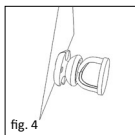

fig. 4
■ **Fig. 4** La parte campaniforme del calibrador sirve para alojar la cabeza del estribo durante la medición. La parte en forma de plato está prevista para apoyarla contra el tímpano. Al determinar la longitud de la prótesis debe tenerse en cuenta el grosor del injerto (p.ej. disco de cartilago) que se utilizará posteriormente para interponer junto al tímpano. Cuando se haya determinado la longitud óptima, se puede ajustar/seleccionar la longitud correspondiente en la prótesis parcial.